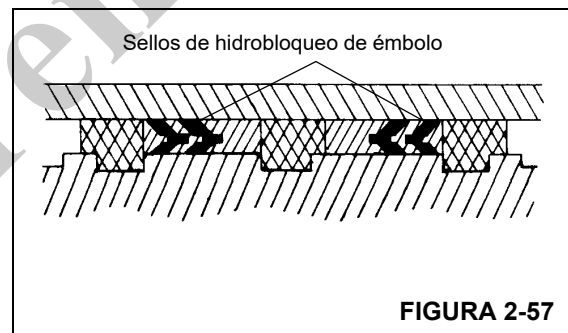

FIGURA 2-57
4. Instale un sello de hidrobloqueo de repuesto en la parte exterior del émbolo (Figura 2-57). Deje el otro sello de hidrobloqueo sin instalar por ahora de manera que aún tenga acceso al agujero del tornillo de fijación del émbolo.